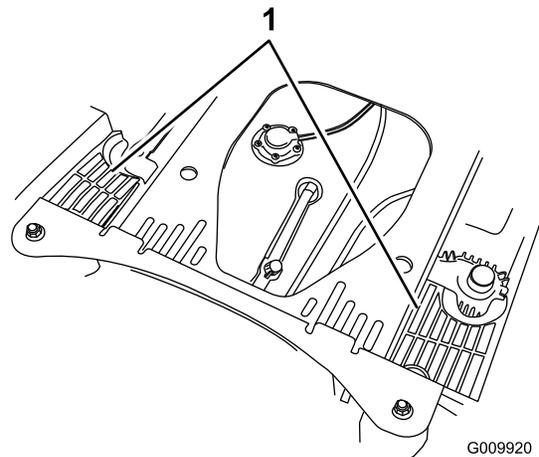

Figura 85
4. Limpie cualquier residuo o hierba de las cubiertas de las unidades hidráulicas (Figura 85).